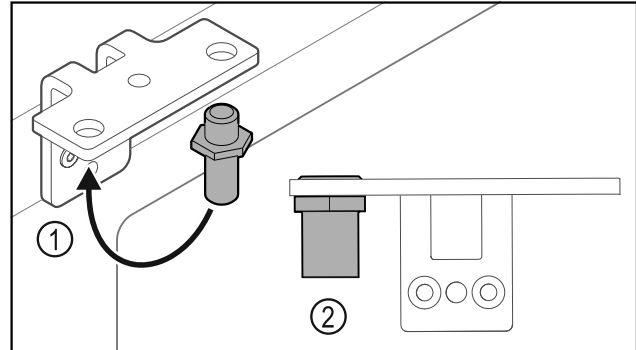

Fig. 24
- Přesadte čep Fig. 24 (1) v úhelníku závěsu.
- Utáhněte čep Fig. 24 (2) **utahovacím momentem 12 Nm**.